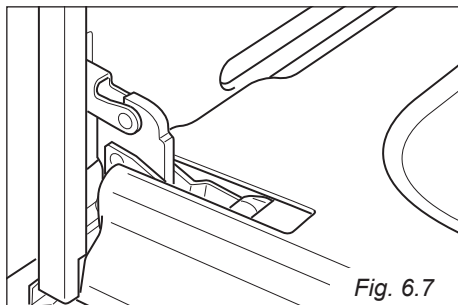

Fig. 6.7
- Aprire completamente la porta del forno (fig. 6.7).